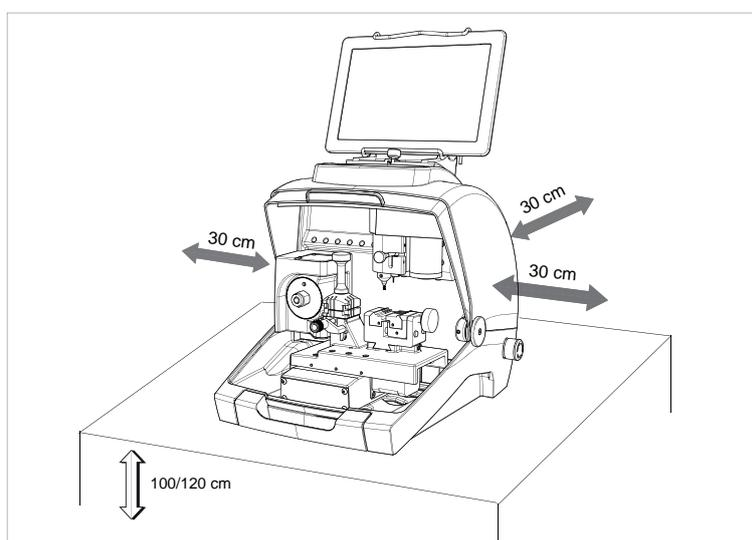

Fig. 10
- 1) Coloque a máquina duplicadora sobre um plano de trabalho horizontal, firme e adequado para o peso da máquina (20 Kg). A altura do plano de trabalho deve ser de aproximadamente 100-120 cm permitindo dessa forma um acesso cómodo às partes operacionais. Recomenda-se a deixar pelo menos 30 cm na parte traseira da máquina e nos lados para garantir uma boa ventilação e a possibilidade de a manobrar adequadamente (Fig. 10).